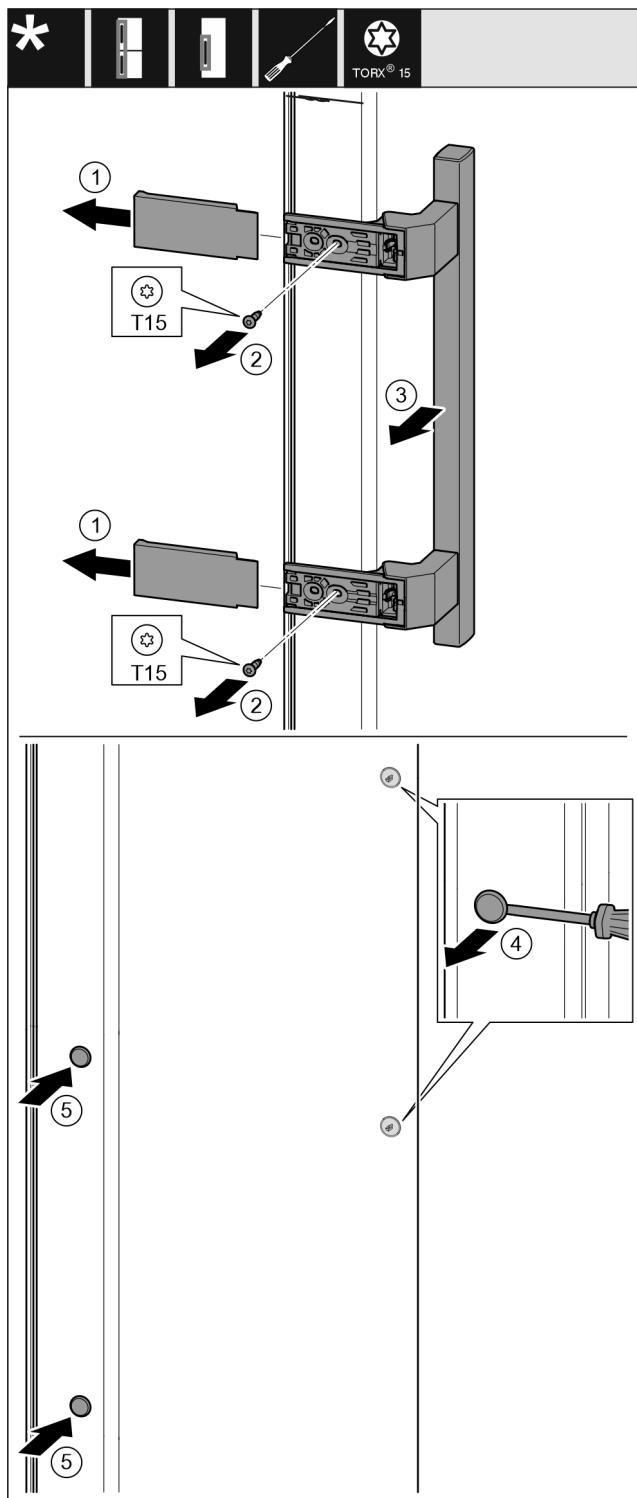

Fig. 17
- Αφαιρέστε το κάλυμμα. *Fig. 17 (1)*
- Ξεβιδώστε τις βίδες με κατσαβίδι T15. *Fig. 17 (2)*
- Αφαιρέστε τη λαβή. *Fig. 17 (3)*
- Ανασηκώστε προσεκτικά και τραβήξτε έξω την πλαϊνή τάπα με ένα ίσιο κατσαβίδι. *Fig. 17 (4)*
- Τοποθετήστε ξανά την τάπα στην άλλη πλευρά. *Fig. 17 (5)*